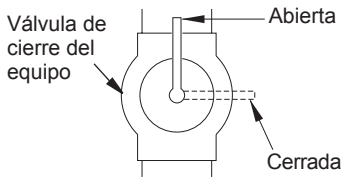

Figura 15 - Válvula de cierre del equipo
1. Cierre la válvula de cierre del equipo (consulte la figura 15).
1. Abra la válvula de cierre del equipo (consulte la figura 15).